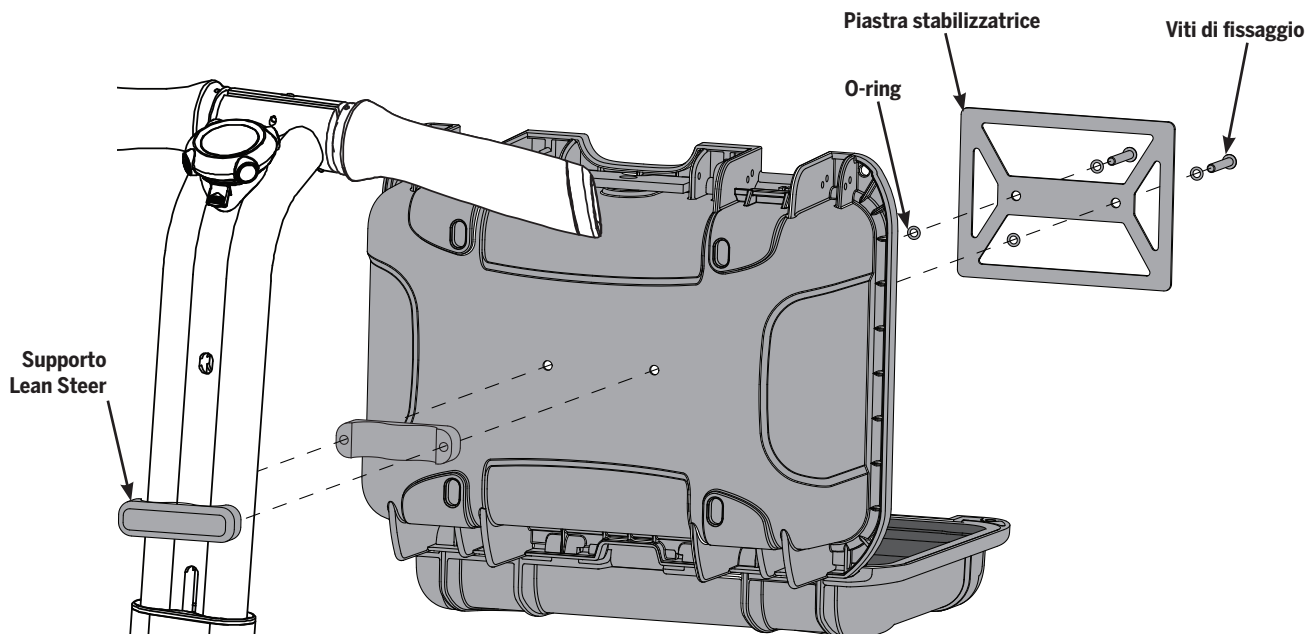

Figura 15. Installazione della borsa anteriore sul Lean Steer
2. Installare la borsa anteriore sul Lean Steer utilizzando due viti di fissaggio da 25 mm, quattro O-ring (due su ciascun lato della piastra stabilizzatrice) e due supporti Lean Steer, come indicato in **Figura 15**. Serrare le viti di fissaggio a **11,0 N-m (8,1 ft-lbf)**.